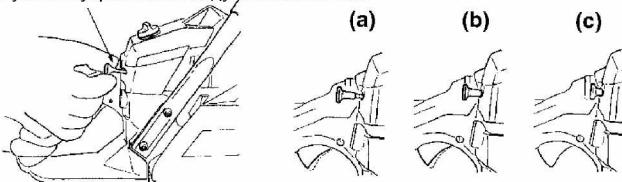

Рис. 8.
3. Вытяните рукоятку управления воздушной заслонкой до положения (а). См. Рис. 8.